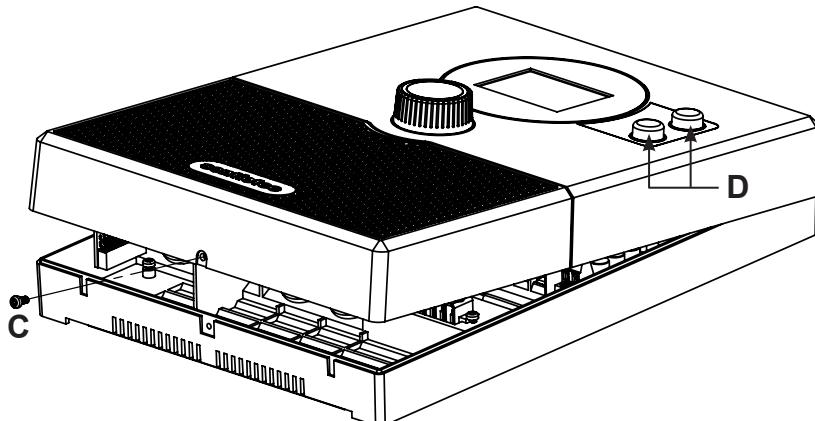

Fig.2 Retrait du couvercle du boîtier
2. Enlevez avec un tournevis la vis de boîtier **C** et séparez le couvercle du boîtier de la partie inférieure en le soulevant (voir **Fig.2**).